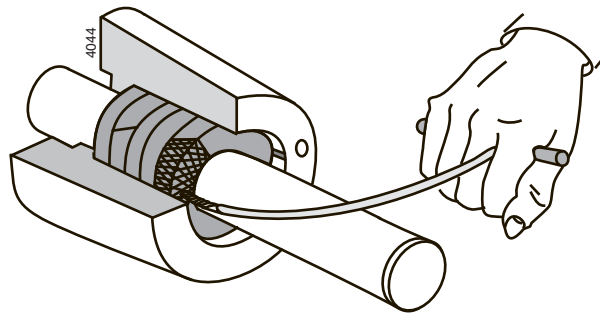

Figura 20: Desmontaje de los anillos de estanqueidad con un extractor de empaquetaduras.
- Para separar los anillos de estanqueidad antiguos, su proveedor puede suministrarle un extractor de empaquetaduras. Consulte figura 20.